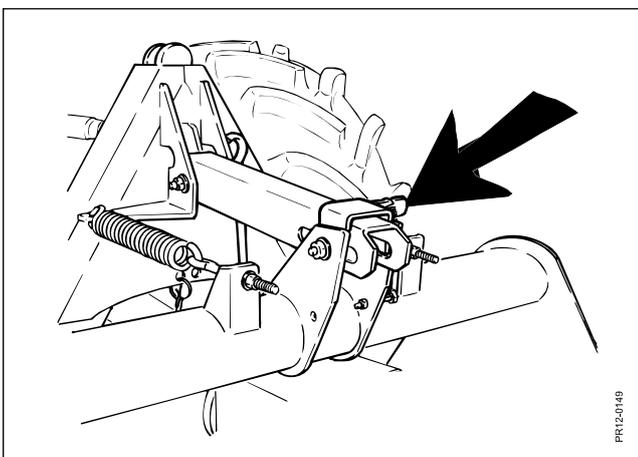
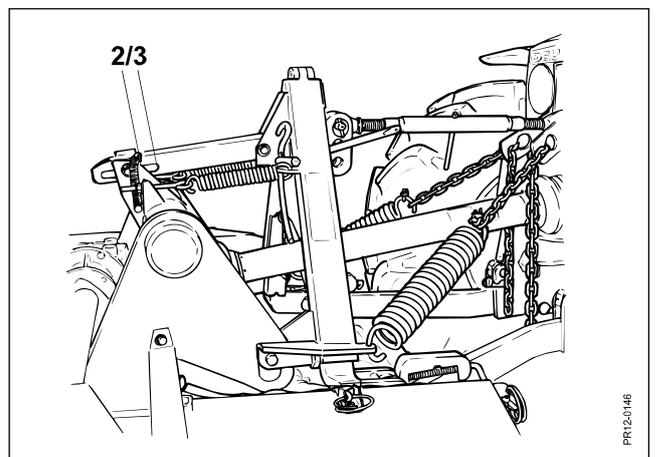

Fig. 2-5
Fig. 2-6
- Fig. 2-5** Die Transportverriegelung wird gelöst (nur CM 3050F): Der Mäher wird gesenkt, der Oberlenker wird **Fig. 2-6** so eingestellt, daß der Bolzen des Stoßdämpfers sich in dem vorderen Drittel des länglichen Lochs befindet. Die Federn werden so gespannt, daß der Mäher bei Fahrt waagrecht ist. Bei Neigung nach vorne werden die Federn gespannt, bei Neigung nach hinten werden die Federn gelockert.